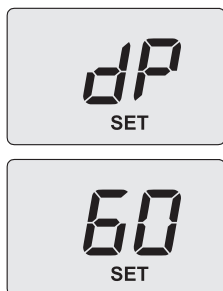

Figura 9.15
- Utilizzare i tasti 14 o 15, sul display LCD le lettere **dP** si alternano con il valore di temperatura dell'acqua di riscaldamento (es. **60**) e compare la scritta **"SET"**, indicanti l'entrata nell'attivazione della "funzione spazzacamino" alla potenza massima in sanitario (Figura 9.15);